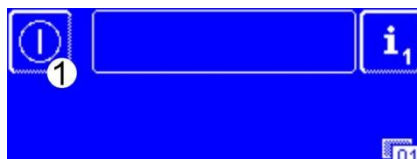

Figura 01
- ⇒ Aparecerá la figura 01.
- Mantenga pulsada durante unos 2 segundos la tecla de conexión (1).